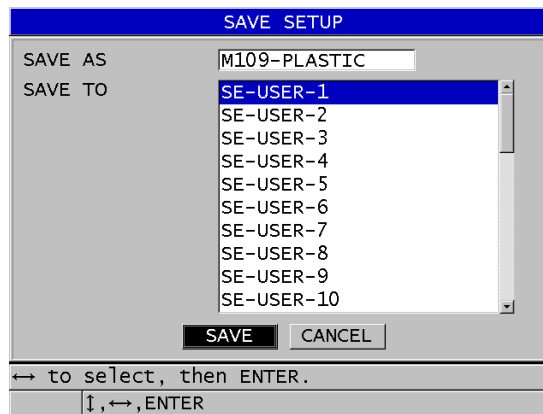

Abbildung 13-17 Speichern von benutzerdefinierten Justierungen
4. Im Fenster **SETUP SPEICH.** (siehe Abbildung 13-17 auf Seite 274):